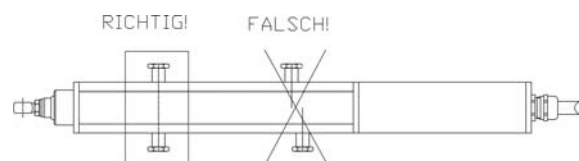
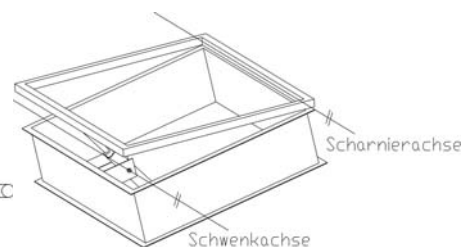

Abb. 1
Abb. 2
- Bei Antrieben mit variabler Aufhängung (seitliche Führungsnuten) ist darauf zu achten, dass die Lagerstopfen/-bolzen in einer Achse liegen (siehe Abb.1) und diese parallel zur Scharnierachse liegt. Außerdem ist bei Montage der Konsole darauf zu achten, dass die Schwenkachse der Antriebe parallel zur Scharnierachse liegt (siehe Abb.2).